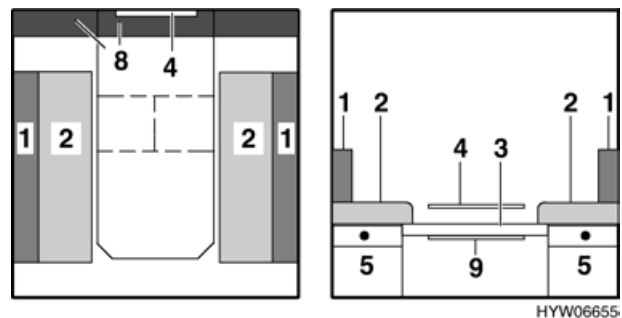

Fig. 45 Durante la trasformazione
- Alzare il piano del tavolo di circa 45° e sollevarlo dalla guida di sostegno (Fig. 45,4).
- Introdurre il piano tavolo nella guida inferiore (Fig. 45,9) con un angolo di 45° e abbassarlo tra i due cassoni del letto (Fig. 45,5).